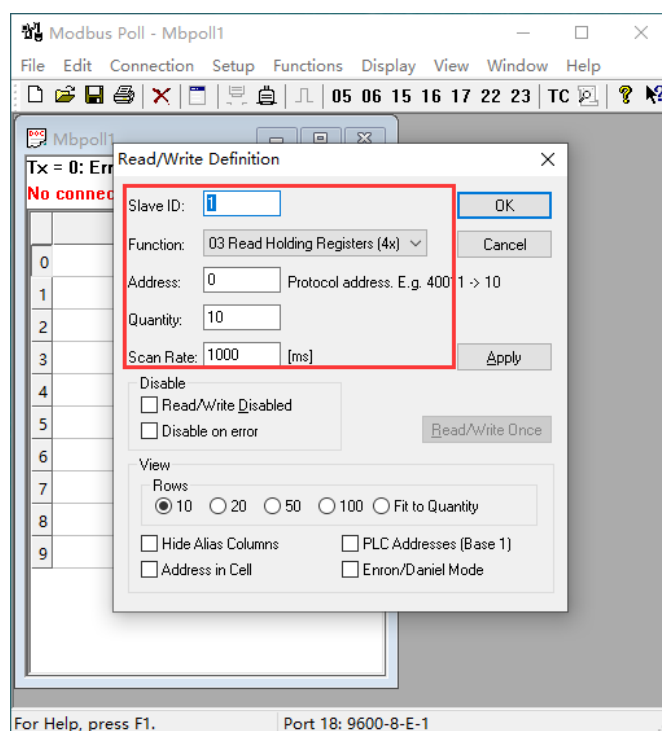

图 13-8 Modbus 主机创建
(2) 打开“Modbus Poll”工具, 配置串口信息, 参数设置如图 13-8 所示, ID 设置为 1, 功能码选择 3。